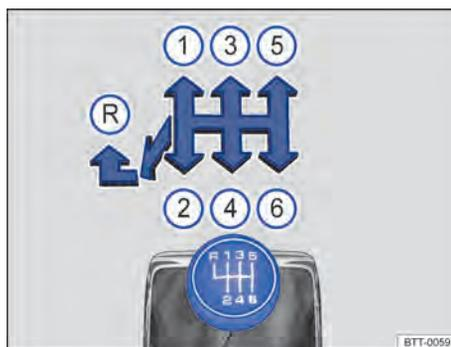

Fig. 105 Esquema de troca de marchas da transmissão manual de 6 marchas.
As posições de cada uma das marchas estão representadas na alavanca de marcha → Fig. 105.
- Empurrar a alavanca de troca de marcha totalmente para a esquerda e depois para frente até a posição da marcha a ré → Fig. 105 R.